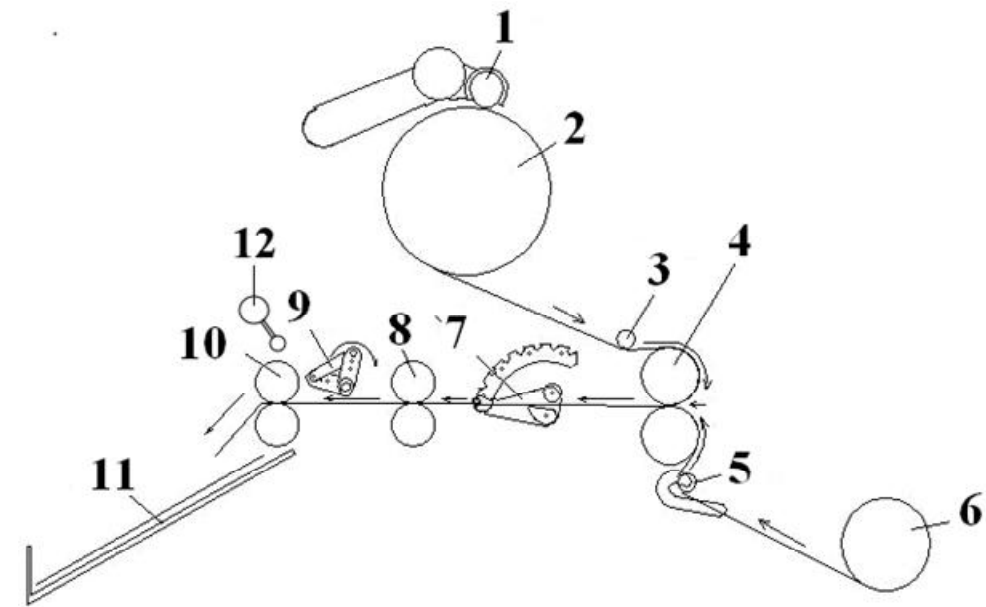

Рис.1
Пачка бумаги (не более 150 листов плотностью 80 гр/м²) загружается в подающий лоток, поджимается боковыми направляющими и выравнивается передним торцом относительно специальной планки, на которой закреплена тормозная площадка автоподатчика. Лоток под воздействием пружины обеспечивает плотное соприкосновение бумаги с роликом подачи. Тормозная площадка регулируется по вертикали винтом со стороны нижнего вала стабилизации (п.5 рис.1) и определяет захват материала в зависимости от плотности.
**ВНИМАНИЕ !!!** Устройство отделения готовой продукции (п.9 рис.1) работает только в режиме «Одностороннее ламинирование» с использованием полипропиленовой пленки. При использовании других видов пленки устройство следует отключить при помощи специальной кнопки слева от разъема электропитания:
Сведение 2-й пары холодных дополнительных валов (п.10 рис.1) производится отдельной ручкой (п.12 рис.1) и применяется в **одностороннем ламинировании** при включенном устройстве отделения материала (п.9 рис.1).
Лезвие применяется при **одностороннем ламинировании** с использованием полипропиленовой пленки для пунктирной надрезки полотна и обеспечения **отделения** (разрыва пленки) **готового материала специальным** устройством на выходе ламинатора. Устанавливается по краю рулона (п.9 рис.1).